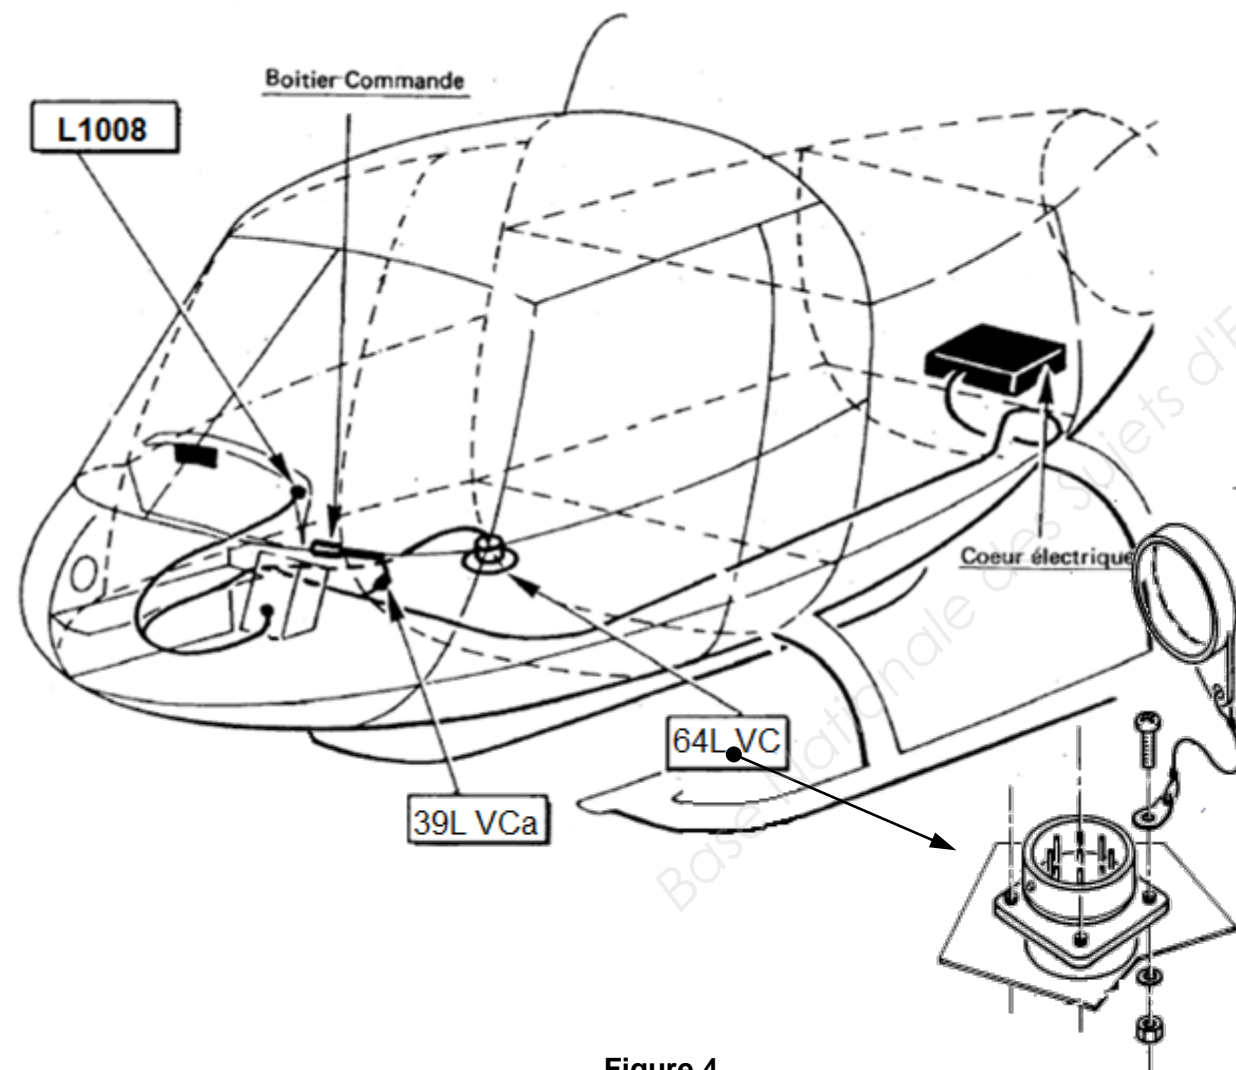

Figure 4
- ✓ Pour les appareils B1, B2, B3 et D, percer et monter la prise réceptacle 64L VC (figure 4). Effectuer les retouches de protection à l'Alodine 1200.